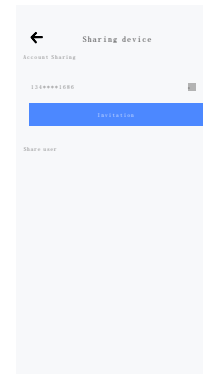
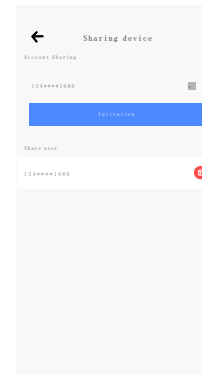

Figure 6.7 Enter User number
Figure 6.8 Share successfully
- c) Geben Sie das Benutzerkonto, das Sie freigeben möchten, in die Schnittstelle „Gerät freigeben“ ein, wie in Abbildung 6.7 gezeigt, und klicken Sie auf die Schaltfläche „Einladung“. Nach erfolgreicher Freigabe wird der freigegebene Benutzer unten angezeigt, wie in Abbildung 6.8 gezeigt.